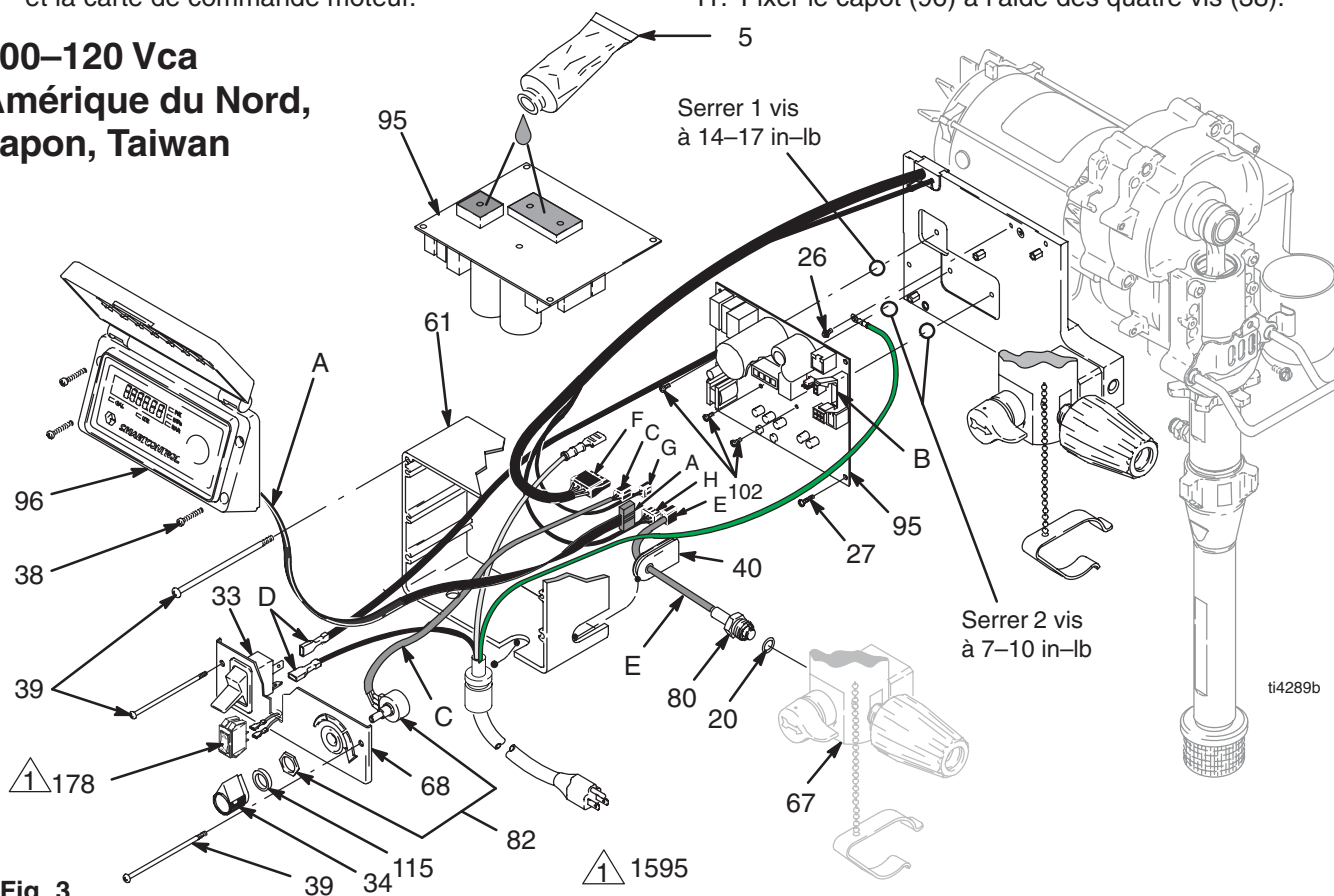

Fig. 3
2. Fig. 3. Enlever les quatre vis (38) et le couvercle (96).
3. Débrancher le connecteur d'affichage (A) de la carte de commande moteur (95).
4. Enlever les deux vis du bas (39) et laisser le panneau de commande (68) pendre.
5. Débrancher le(s) fil(s) électriques de la carte de commande (D) du commutateur marche/arrêt (33) et de la carte de commande moteur (95).
6. Débrancher le connecteur du potentiomètre (C) de la carte de commande moteur.
7. Débrancher le commutateur 15/20A (178) (1595).
8. Débrancher le connecteur du capteur (E) branché sur la carte de commande.
10. Retirer les deux vis du haut (39) et le boîtier de commande (61).
11. Enlever les cinq vis (27), les trois vis (102) et la carte de commande moteur.
1. Fig. 3. Enduire les zones ombrées à l'arrière de la carte de commande moteur (95) d'un peu de pâte thermoconductrice 110009 (5).
2. Fixer la carte de commande moteur (95) avec cinq vis (27). Serrer à 9–11 in-lb (1,02 – 1,24 N·m). Installer et serrer les trois vis (102) à la force indiquée sur la Fig. 3.
4. Fixer le boîtier de commande (61) à l'aide des deux vis du haut (39).
5. Brancher le connecteur du capteur (E) sur la carte de commande.
6. Brancher le commutateur 15/20A (178) (1595).
7. Brancher le(s) fil(s) de la carte de commande moteur (D) sur le commutateur MARCHE/ARRÊT (33).
8. Brancher le connecteur du potentiomètre (C) sur la carte de commande moteur.
9. Fixer le panneau de commande (68) à l'aide des deux vis (39).
10. Brancher le connecteur de l'afficheur (A) sur la carte de commande moteur.
11. Fixer le capot (96) à l'aide des quatre vis (38).
- Fig. 3, 4 ou 5. Enlever les quatre vis (38) et le capot (96).
- Débrancher le connecteur du potentiomètre (C) sur la carte de commande moteur (95).
- Démonter le bouton de régulation de pression (34) à l'aide d'une clé hexagonale.
- Extraire le joint (115), l'écrou et le potentiomètre (82) du panneau de commande (68).